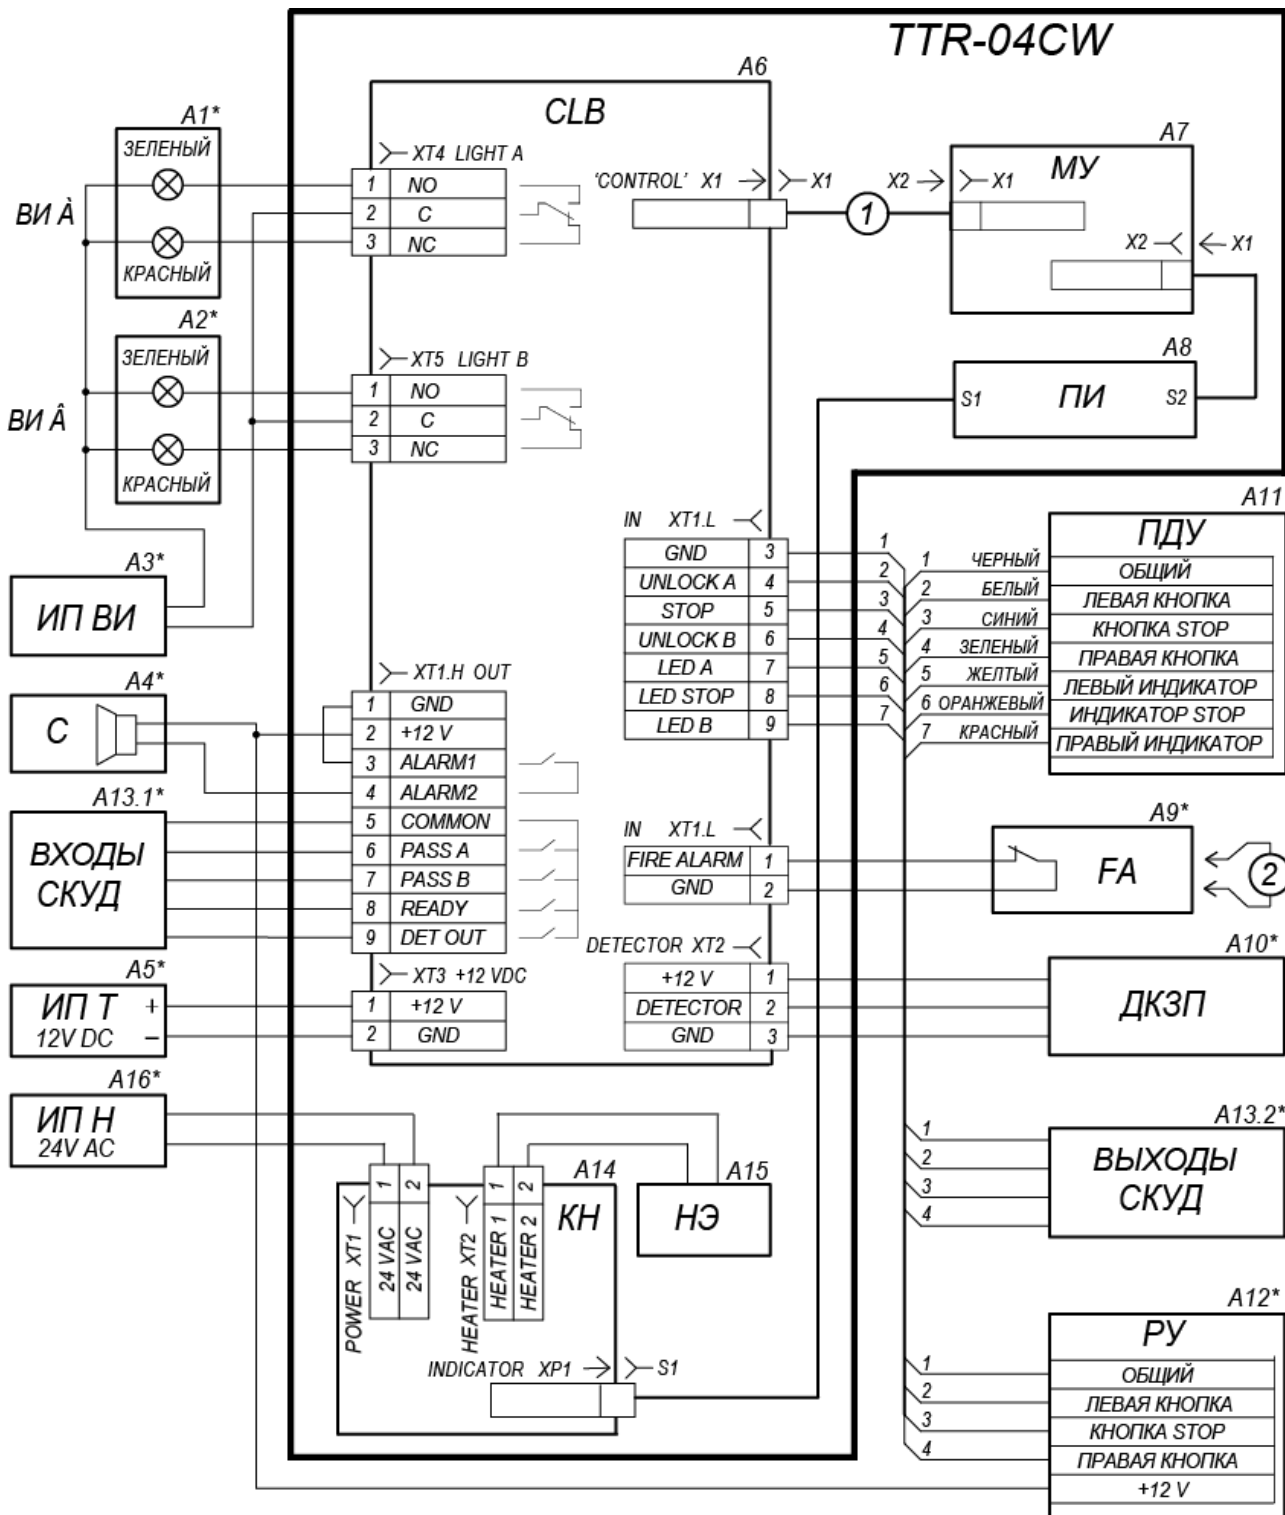

Рисунок 12. Схема электрических соединений турникета (перечень элементов см. в табл. 2; элементы, обозначенные звездочкой, не входят в комплект поставки)
Схема подключения турникета приведена на рис. 12. Расположение клеммных колодок на плате управления указано на рис. 5. Используемые при монтаже кабели и их максимальная длина указаны в разд. 8.3. Рекомендации по подготовке установочной поверхности и организации зоны прохода приведены в разд. 8.1. При монтаже турникета придерживайтесь следующей последовательности действий:
- Установите источник питания турникета (8) на отведенное для него место в соответствии с инструкцией, приведенной в эксплуатационной документации на этот источник питания.
- Подключите кабель питания (9) от источника питания турникета (8) к клеммной колодке **ХТЗ** на плате управления, а также кабель от источника питания системы подогрева в соответствии с рис. 12. Подключите кабель ПДУ (11) к клеммной колодке **ХТ1.L** на плате управления. Подключите при необходимости кабели от других устройств к соответствующим клеммным колодкам платы управления (см. рис. 5 и 12).
- Снимите крышку турникета с блоком индикации (2). Для этого:
- отверните болт крепления крышки к стойке турникета с помощью торцового ключа S10. Болт находится на наклонной поверхности стойки рядом с замком механической разблокировки (15), ниже планшайбы (3);
Таблица 3. Перечень элементов схемы электрических соединений (рис. 12)